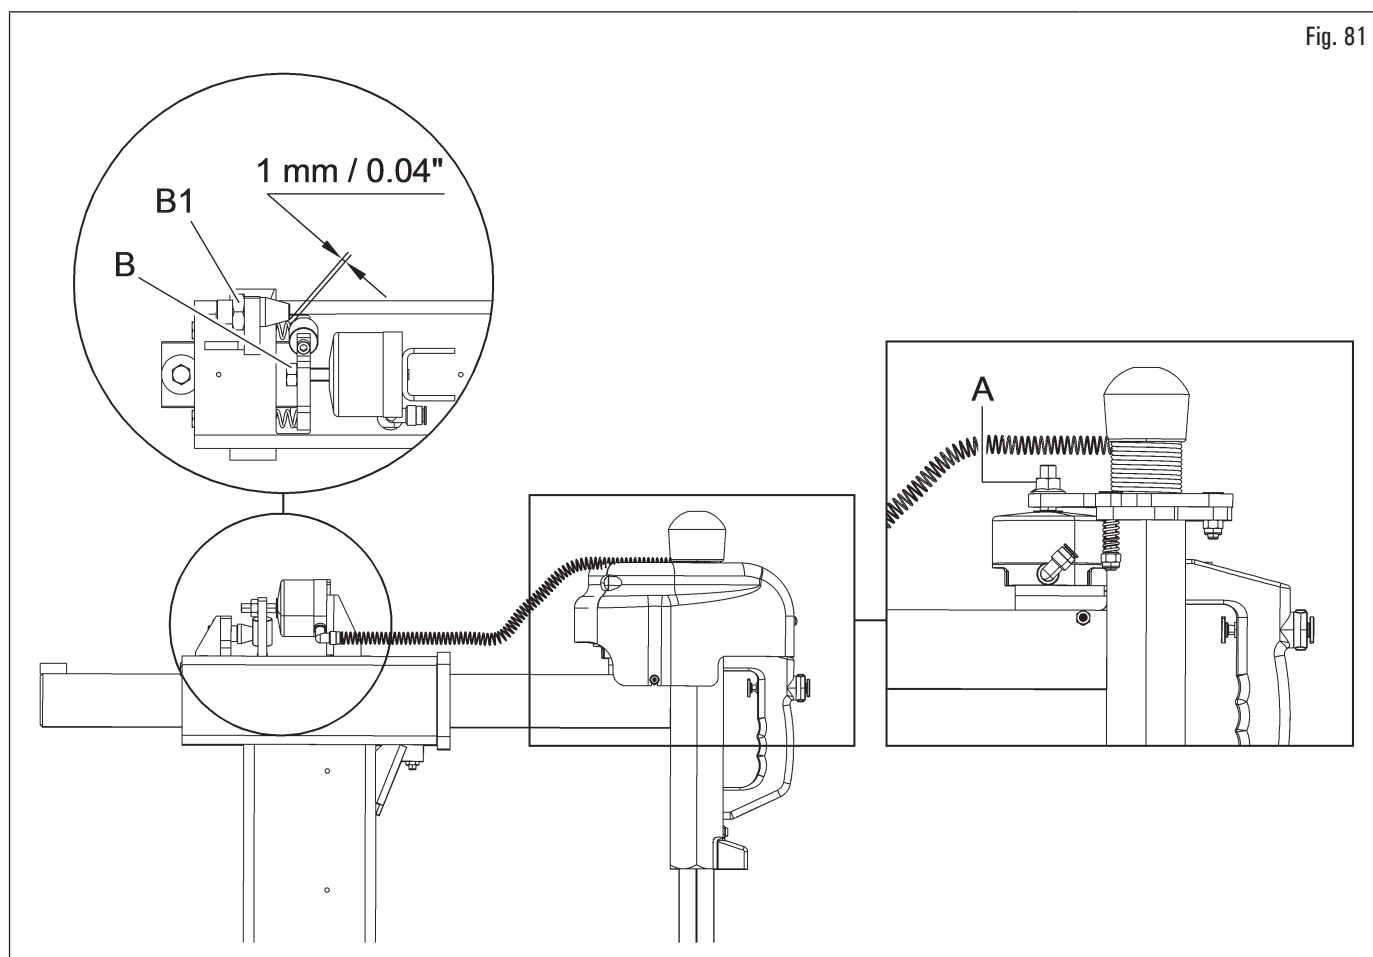

Fig. 81
- Réglage course (Fig. 81).
Le réglage de l'étrangleur horizontal doit être effectué en intervenant sur l'écrou B avec le cylindre pneumatique vide (après avoir enlevé le carter supérieur et après avoir serré l'écrou B1 pour bloquer le cône en position fixe par rapport au rouleau - voir Fig. 81) :